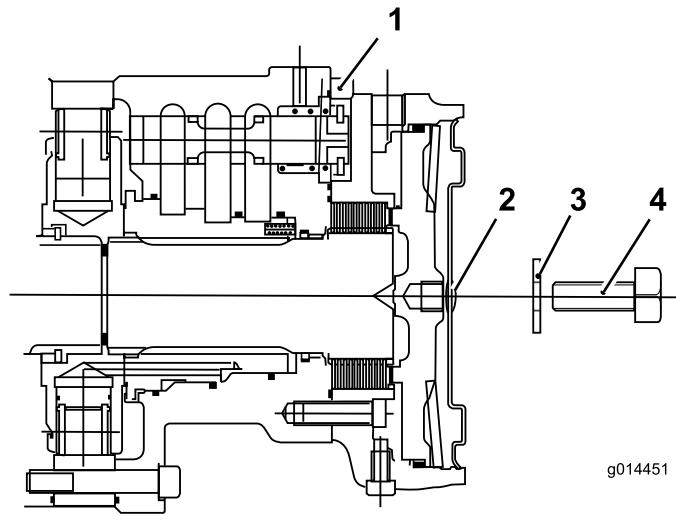

Figura 42
- C. Monte el tapón hexagonal en la placa de extremo del motor (Figura 42).